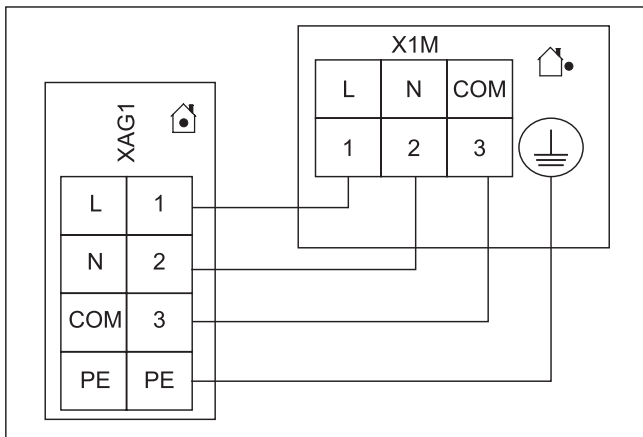

Fig. 3-38 Raccordement de pompe à chaleur externe
- 2 Brancher la pompe à chaleur externe au bornier XAG1 (voir Fig. 3-38).